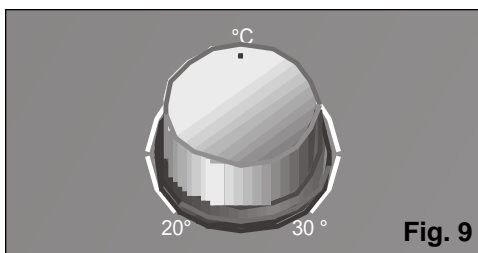

Fig. 9
- Colocar el termostato en la temperatura deseada, **Fig. 9**. Si el equipo se desconecta automáticamente debido al termostato, habrá que esperar a que la temperatura ambiente suba 2-3°C para que vuelva a entrar en funcionamiento.